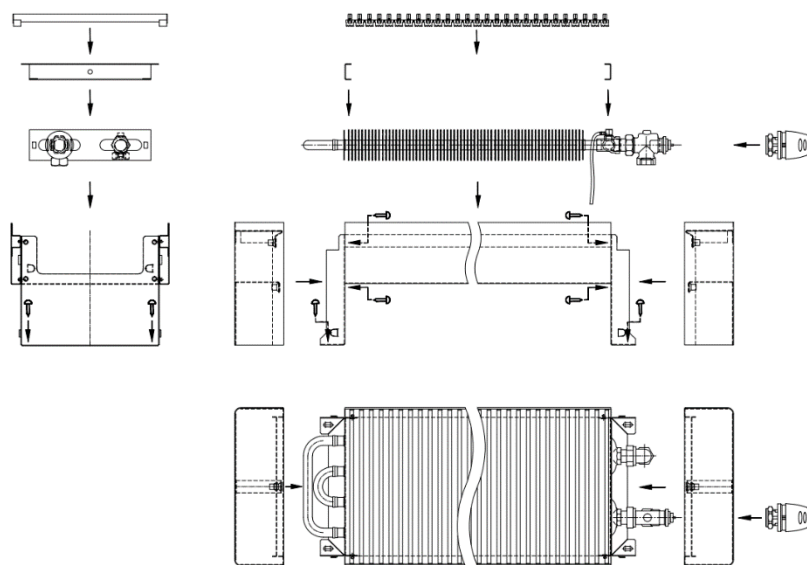

Рис.3
5.4. Для разметки отверстий под крепёж на чистом полу, необходимо снять с конвектора решётку и боковины. Для снятия боковин необходимо открутить по 2 винта удерживающих каждую боковину сверху и снизу корпуса см. рис.3.
5.6. Зафиксировать все опоры с корпусом конвектора на полу крепёжными винтами (рис.3).